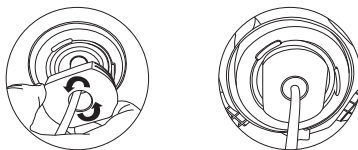

Figura -6
- Ajuste o dissipador de calor para a posição correcta até não ser possível rodar mais, conforme indicado na figura 6. Certifique-se de que o canal de entrada de ar para o dissipador de calor não está bloqueado.